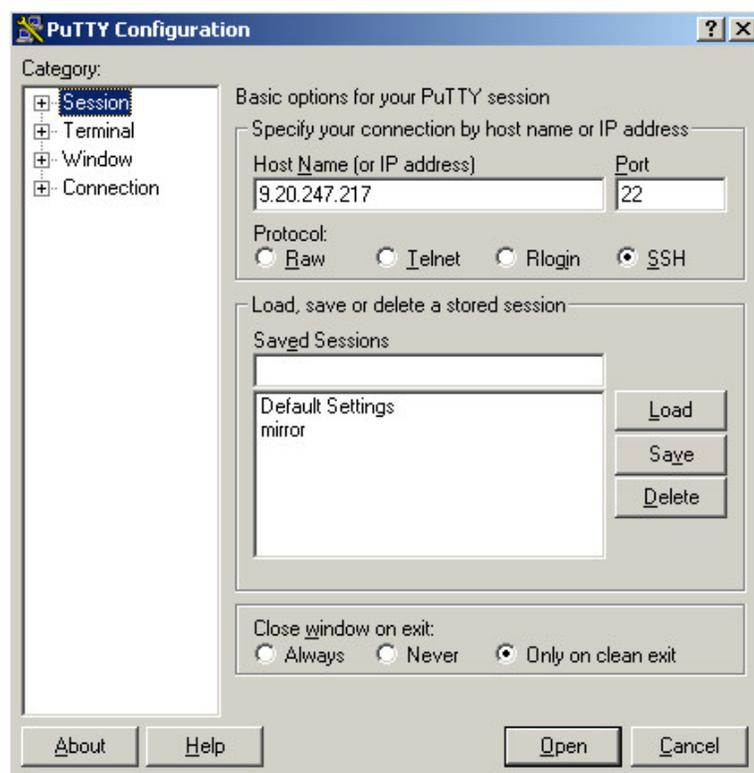

図 26. 「PuTTY の構成」パネル - 基本オプション
2. カテゴリー・ペインから「**セッション (Session)**」が選択されていることを確認します。「PuTTY の構成」パネルが表示されます (17 ページの図 26 を参照)。